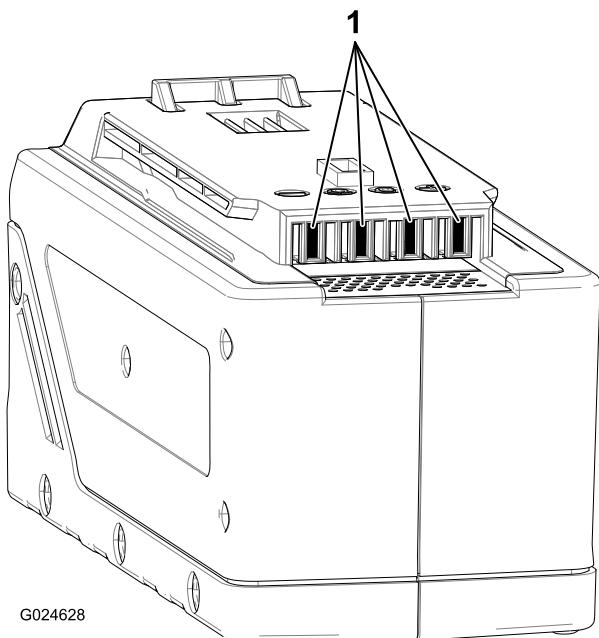

Figura 11
**Nota:** Si cuesta trabajo retirar la batería, aplique un poco de grasa dieléctrica a los terminales de la batería (Figura 11). **No utilice** otro tipo de lubricante porque podría dañar los terminales.